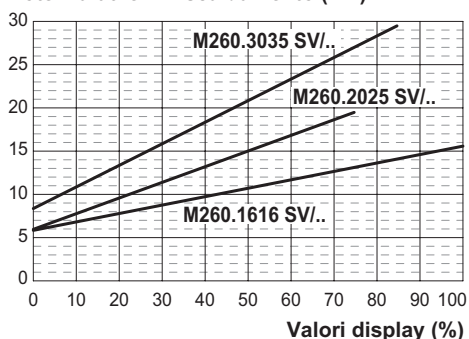
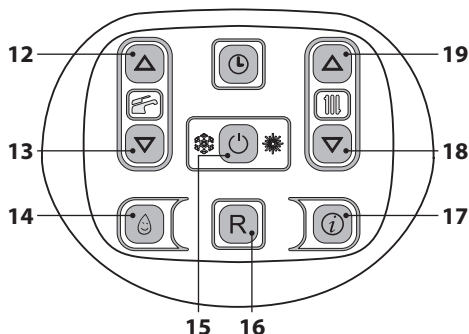
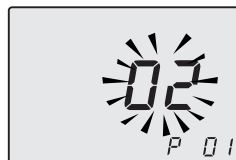

Figura 7.9
Figura 7.13
Figura 7.14
Il grafico in Figura 7.9 rappresenta come varia la potenza utile della caldaia in riscaldamento al variare del valore impostato nella scheda comando.
- Entrare in "modalità programmazione" premendo contemporaneamente per 10 secondi i tasti 15 - 18 - 19 (Figura 7.13) fino a far apparire sul display LCD le lettere **P01** e il valore del parametro, indicanti l'entrata nel "parametro 01" (Figura 7.14).
- Utilizzando i tasti 12 o 13 (Figura 7.13) è possibile modificare il valore del parametro 12 (riferirsi al grafico Figura 7.9 per determinare il valore corretto in funzione della potenza utile di riscaldamento).
- Premendo il tasto 15 (Figura 7.13) si ottiene la conferma del valore inserito.